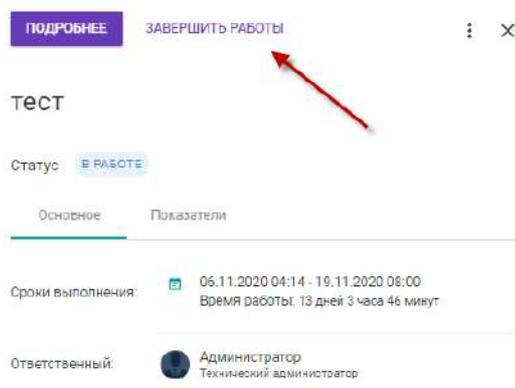

Рисунок 75 — Кнопка «Завершение работ»
- Рядом с кнопкой «Подробнее» находится кнопка «Завершить работы». Доступна ответственному по текущему уровню иерархии ПР (проекта) и при наличии незавершенных работ в дочерних уровнях проекта (см.рис.75);